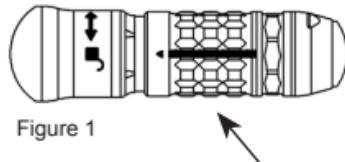

Figure 1
Si l'accessoire est muni d'un manchon de déverrouillage (Figure 1), déplacer le manchon et brosser la surface exposée.
- Manipuler toutes les pièces mobiles comme les manchons de déverrouillage (Figure 1).